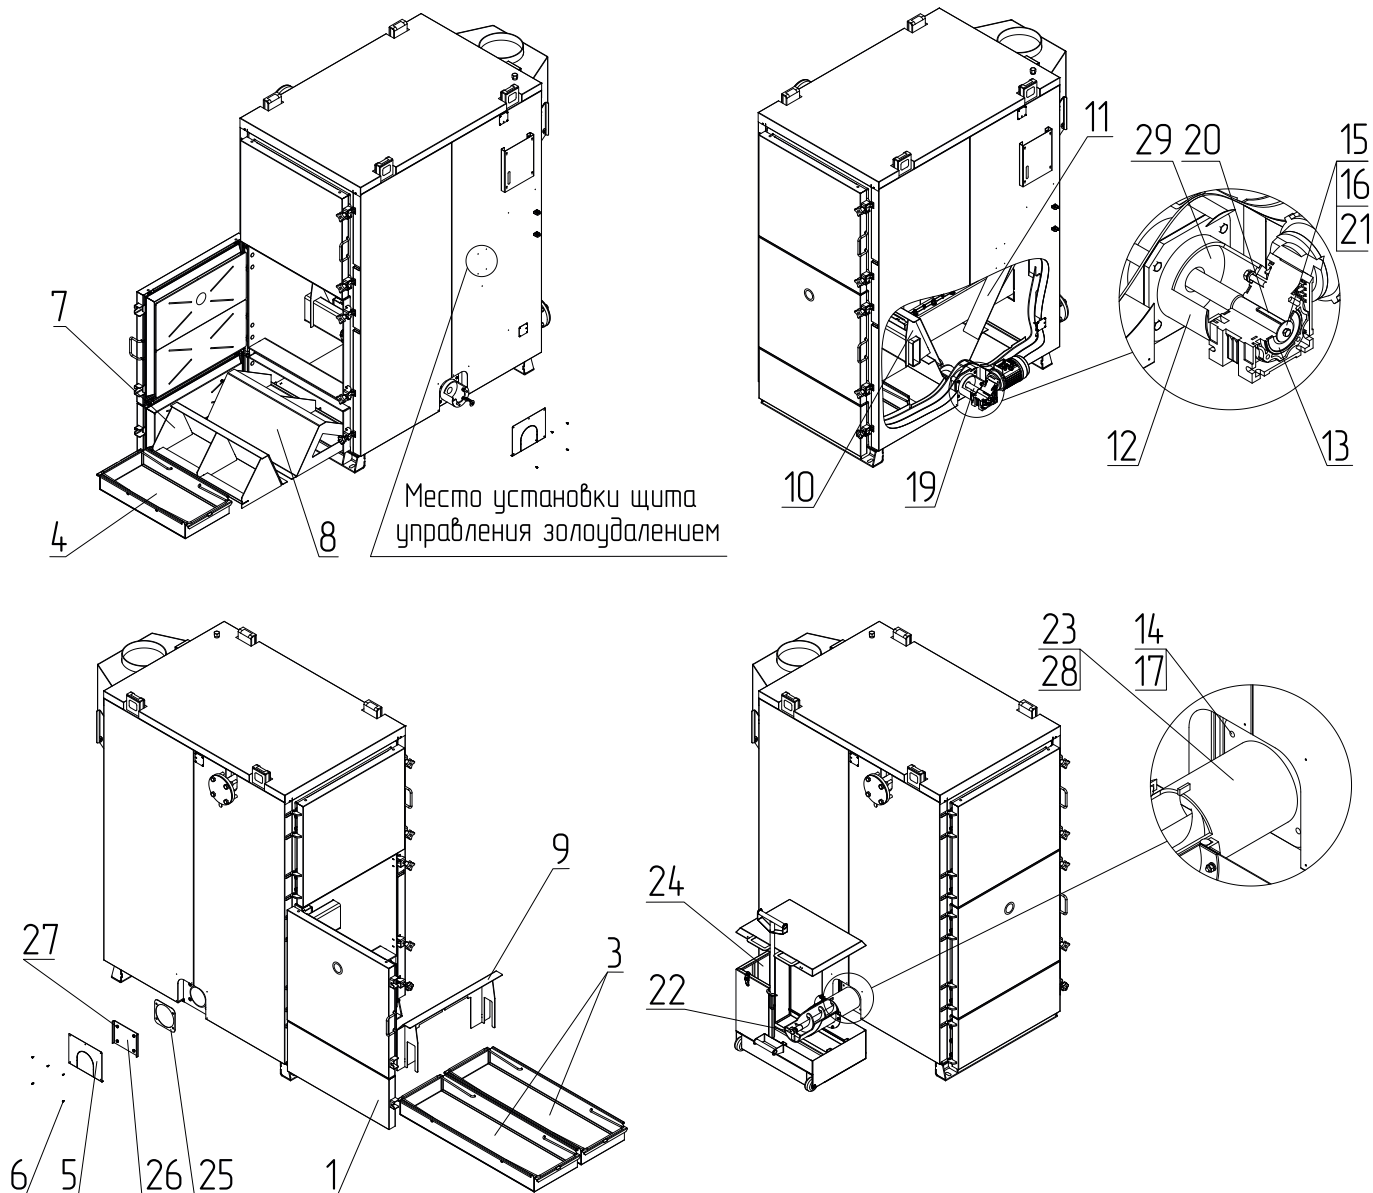
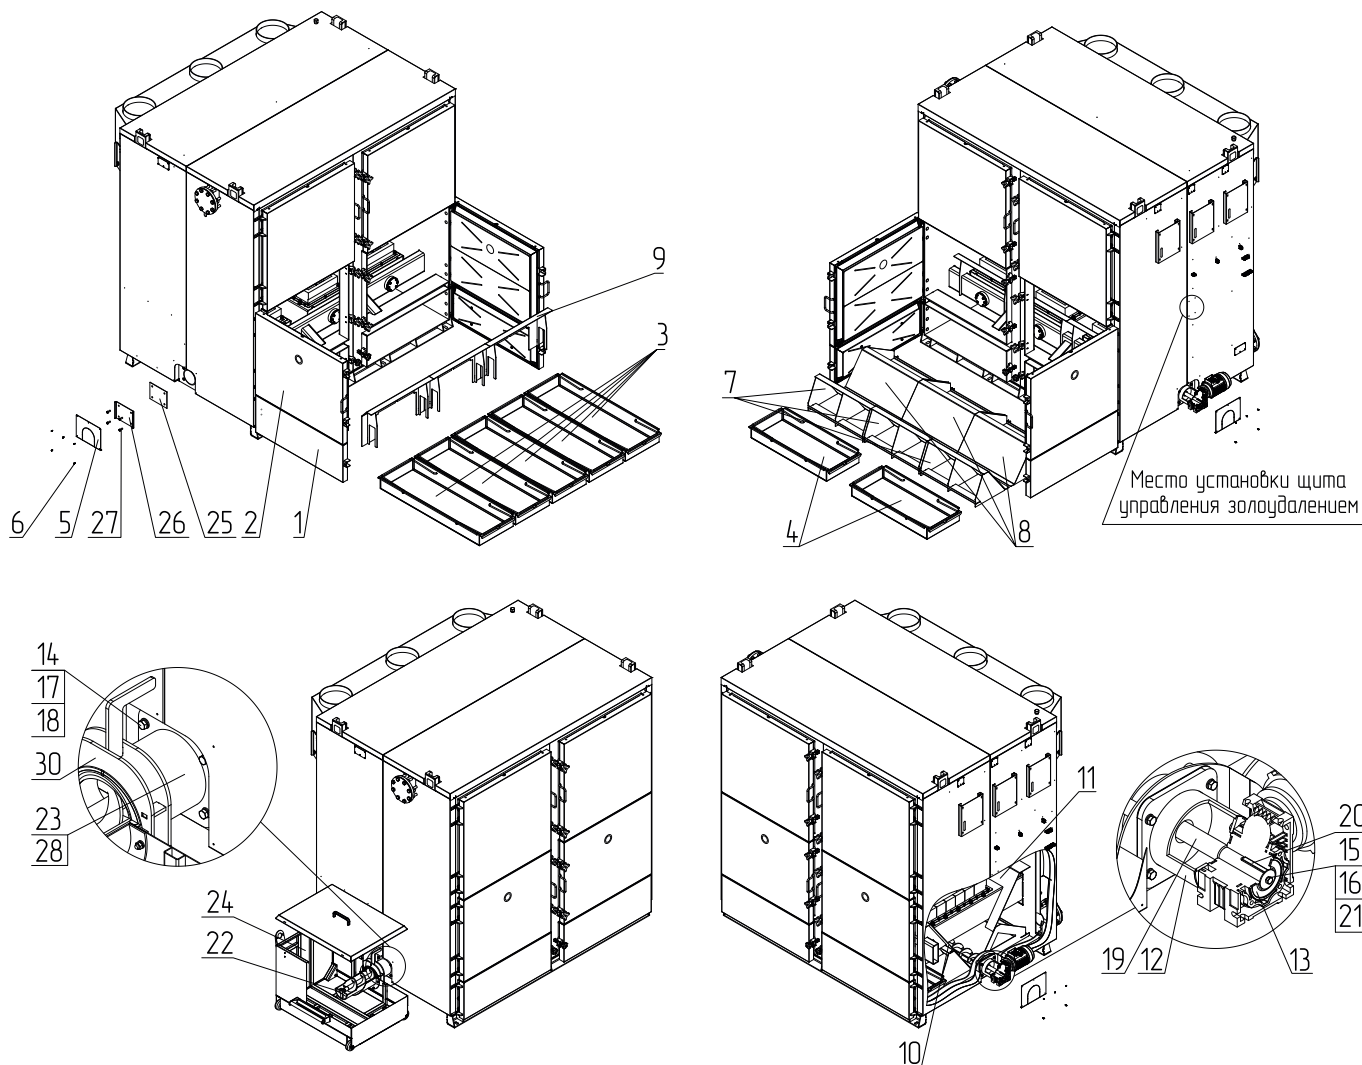

Рис.22 Монтаж системы золоудаления для ZOTA Robot 150-250 кВт
Рис.24 Монтаж системы золоудаления для ZOTA Robot 600-750 кВт
2. Установите в патрубок втулку латунную (**Рис.22 - Рис.24, поз.22**);
3. Наденьте патрубок (**Рис.22, - Рис.24, поз.23**) на шнек золоудаления (**Рис.22 - Рис.24, поз.19**);
4. Наденьте мотор-редуктор с фланцем (**Рис.22, - Рис.24, поз.12, поз.13**), шайбу защитную (**Рис.22, - Рис.24, поз.17**) и прокладку фланца мотор-редуктора на вал шнека золоудаления до упора;
7. Зафиксируйте торец вала болтом М6х16 (**Рис.22, - Рис.24, поз.15**) с шайбами (**Рис.22, - Рис.24, поз.16**) на мотор-редуктор (**Рис.22, - Рис.24, поз.13**);
8. Закрепите патрубок через прокладку патрубка золоудаления (**Рис.22, - Рис.24, поз.28**) к левой стенке котла болтами М8х30 с шайбами;
11. Установите внешний зольный ящик (**Рис.22, - Рис.24, поз.24**) до упора на патрубке золоудаления;